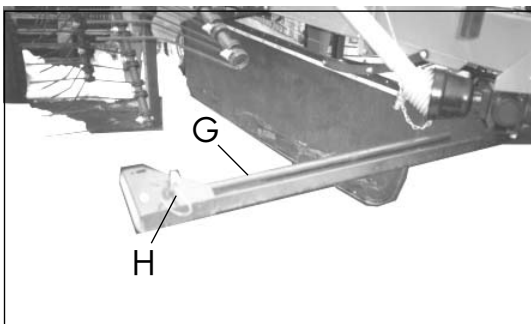

Bild 3-18
6. Abweisbügel für die Straßenfahrt und die Parkstellung ausklappen (G) und mit Federstecker (H) sichern (Bild 3-18)